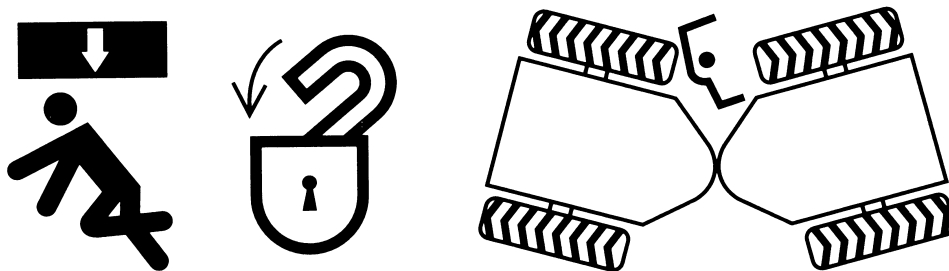

Рис. 1-35
- Запрещается входить или вложить руки или другие любые части тела в подвижные агрегаты, например, в место между рабочими устройствами и цилиндрами, в место между машиной и рабочими устройствами, шарнирное место передней рамы и задней рамы. С движением рабочих устройств пространство на месте рычажного механизма увеличивается или уменьшается. Приближение может вызвать серьезную аварию или ранение человек. При необходимости входа между вращающимися агрегатами необходимо сначала выключить двигатель, и застопорить рабочие устройства и переднюю, заднюю рамы(рис. 1-35)..